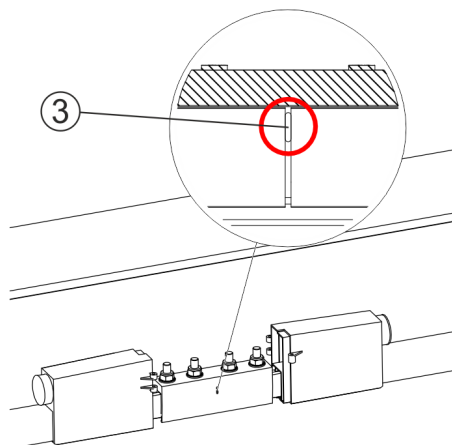

Abb. 74: Zweites Schienenende in Verbinder schieben
- Die Stromschiene des zweiten Schienenendes bis zum Anschlag (Pos. 3) des Verbinders schieben (siehe Abb. 74).